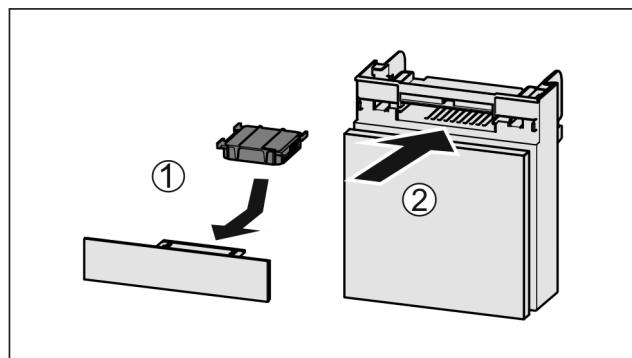

Fig. 32
- ▶ Aktivni ogljeni filter vstavite *Fig. 32 (1)* skladno s prikazom na sliki.
- ▶ Predal potisnite noter *Fig. 32 (2)*.